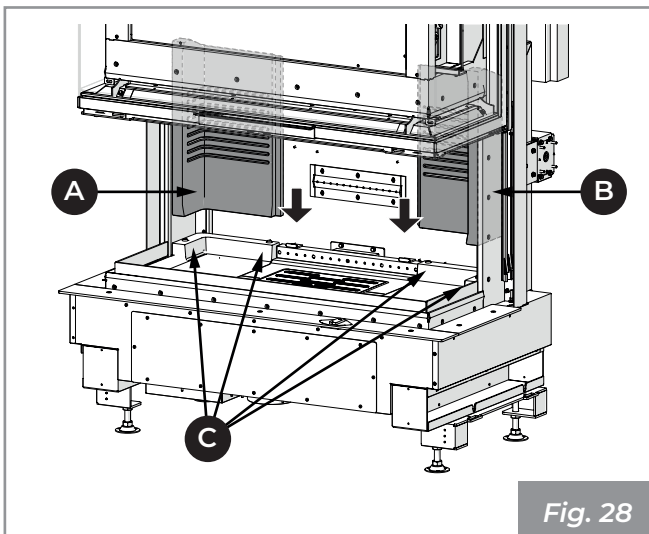

Fig. 28
- 3) Colocar la junta tórica (3) en el respectivo soporte.
- 4) Colocar los paneles (3) apoyándolos en los soportes correspondientes.
- 5) Apoyar los paneles refractarios laterales (**A, B**) en la pared del Econonobloque y deslícelos suavemente hasta su posición, centrándolos con las protuberancias (**C**) en la base refractaria (**Fig. 28**).